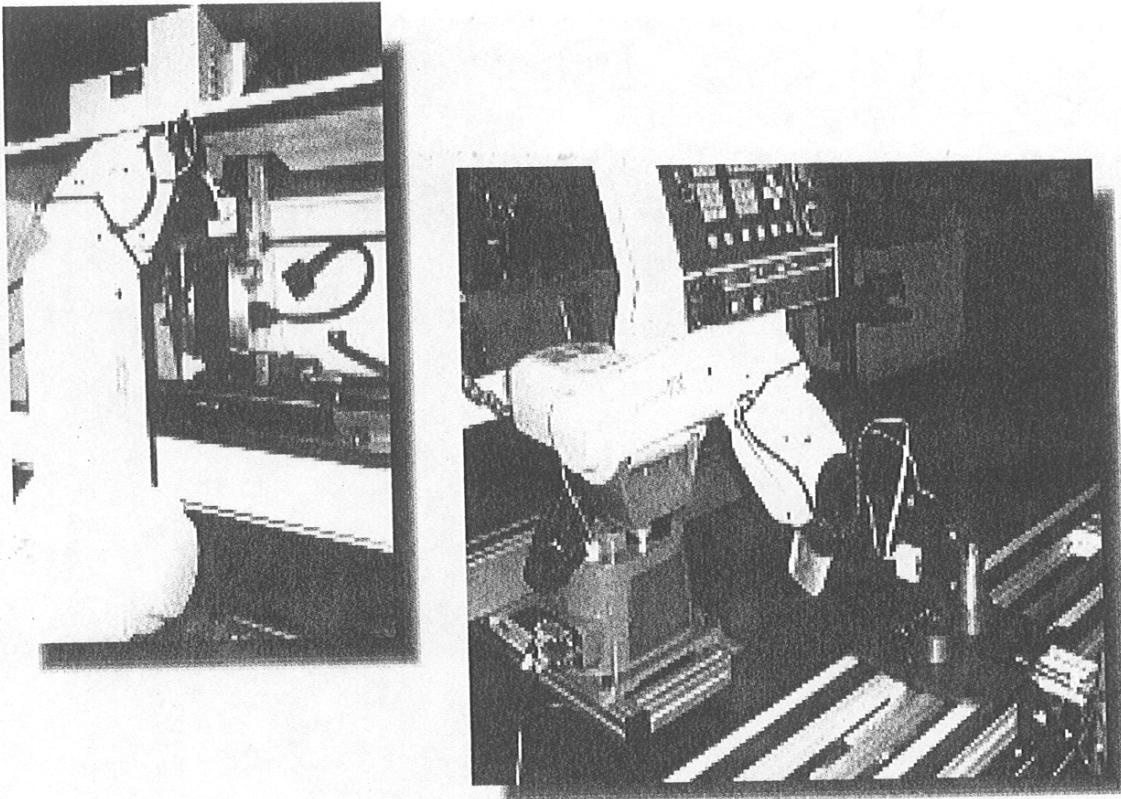

Figura 2.3. Ejemplo de un robot programable para carga y descarga.
a) Control Numérico por Computador (CNC). Son máquinas herramienta que se pueden programar para efectuar diferentes operaciones. Estas máquinas poseen microcomputadoras donde se cargan los programas con las operaciones. Los robots industriales son también manipuladores programables que se utilizan generalmente en un FMS para la carga y descarga de materiales y partes dentro y fuera del sistema. En la figura 2.3 se muestra la imagen de un robot programable, utilizado para la carga y descarga de piezas a una máquina CNC desde un sistema de manejo de materiales.